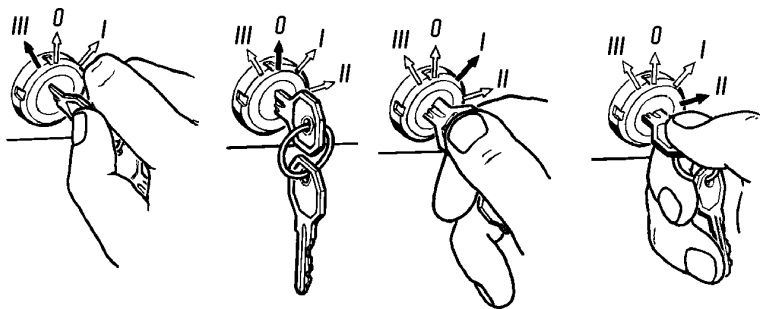

Рис. 3.4. Положение ключа в выключателе зажигания:
- 3 - выключатель зажигания** (см. рис. 3.4);